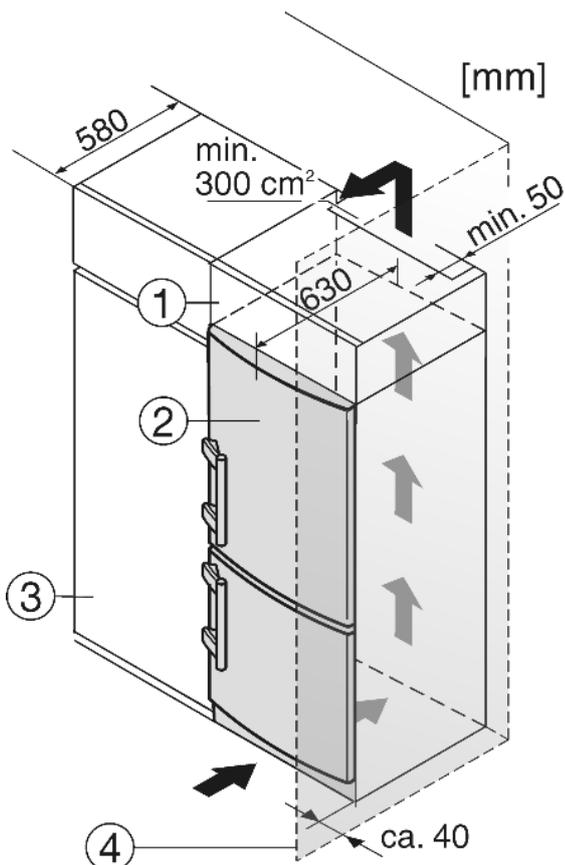

Fig. 12
- (1) Дополнительный шкафчик
- (2) Устройство
- (3) Кухонный шкаф
- (4) Стенка
Устройство может быть окружено предметами кухонной обстановки. Чтобы уравнять устройство Fig. 12 (2) по высоте с кухонной стенкой, можно установить над устройством соответствующий дополнительный шкафчик Fig. 12 (1).
При комбинировании с обычными кухонными шкафами (глубина макс. 580 мм) устройство можно установить непосредственно рядом с кухонным шкафом Fig. 12 (3). Дверь устройства выступает по сторонам на 34 мм и по центру устройства на 50 мм относительно передней стенки кухонного шкафа. Поэтому ее можно свободно открывать и закрывать.
Если устройство установлено на шарнирах у стены Fig. 12 (4), то расстояние между устройством и стеной должно быть не менее 40 мм. Настолько выступает ручка при открытой дверце.